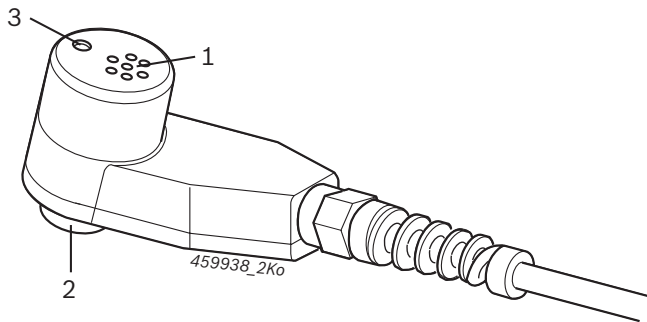

Fig. 2: Sensore combinato
! Con BEA 030, BEA 055, BEA 060 o BEA 065 è possibile stabilire un collegamento con BEA 040 solo tramite il cavo di collegamento 1 684 463 810 (accessori speciali). In questo caso BEA 040 viene alimentato tramite il cavo di collegamento 1 684 463 810 da BEA 030, BEA 055, BEA 060 o BEA 065 e l'alimentatore (fig. 2, pos. 4) **non deve** essere collegato.